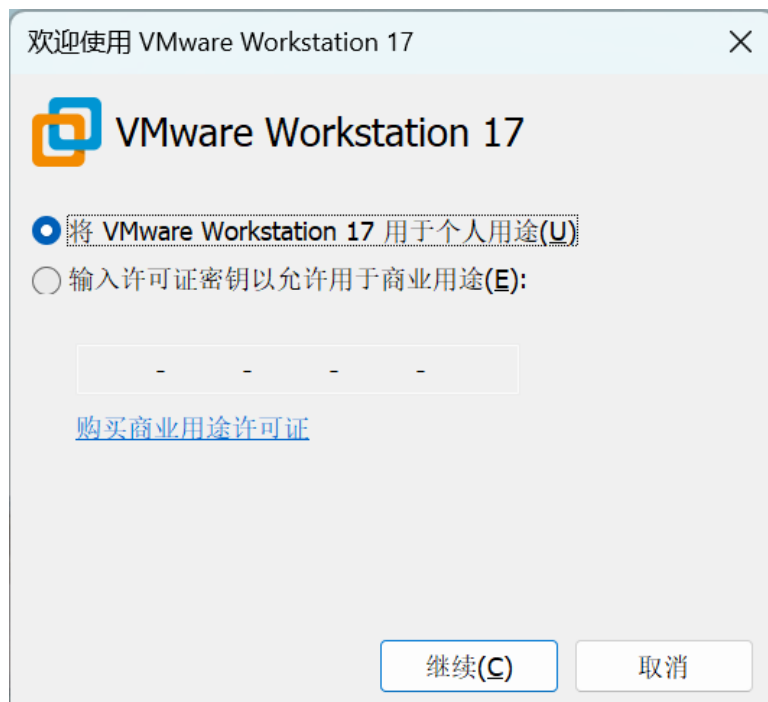

图 1-12 选择个人用途
(13) 点击图 1-12 的“继续”按钮，VMware 软件正式打开，界面如下图所示：